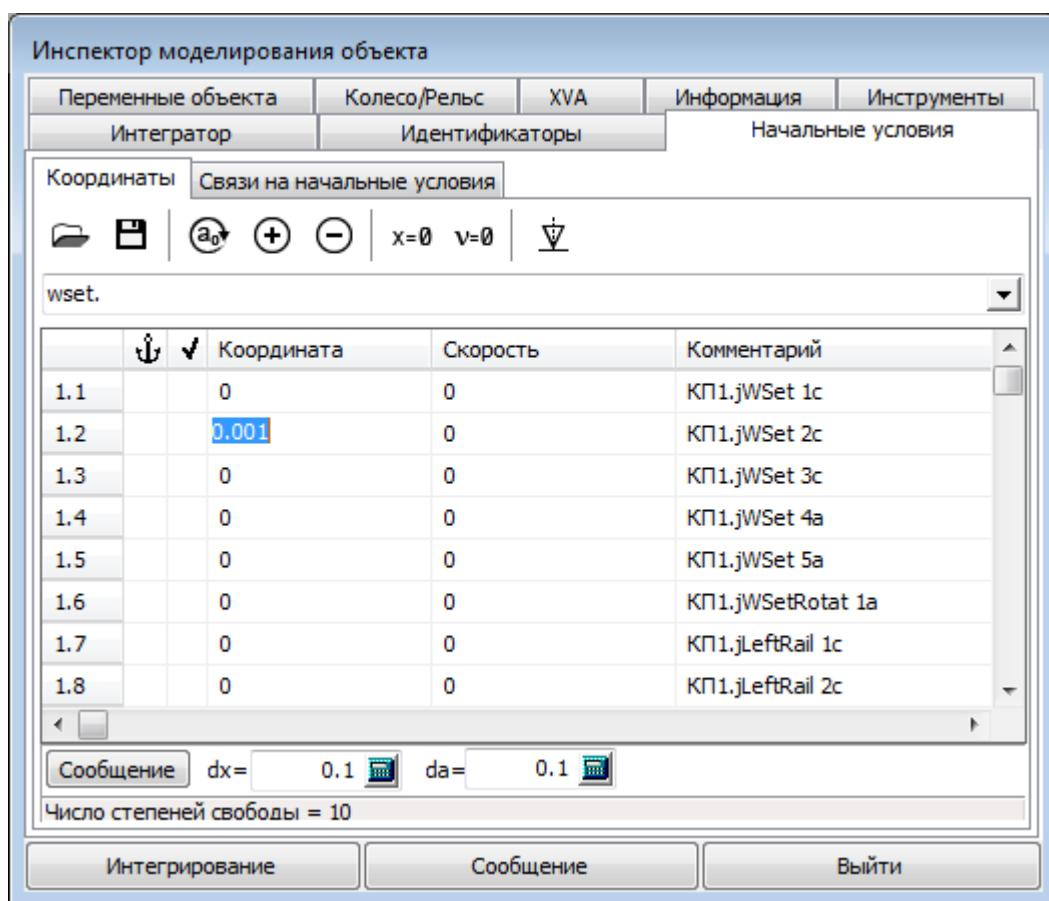

Рис. 1.5. Смещение колёсной пары от положения равновесия
- Перейдите в окно инспектора моделирования объекта, кнопка *F11*, см. рис. 1.5.